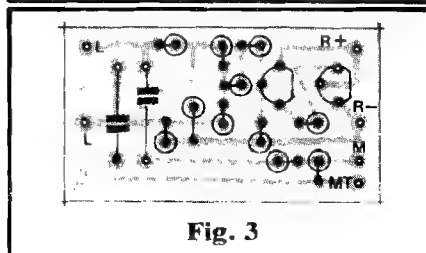
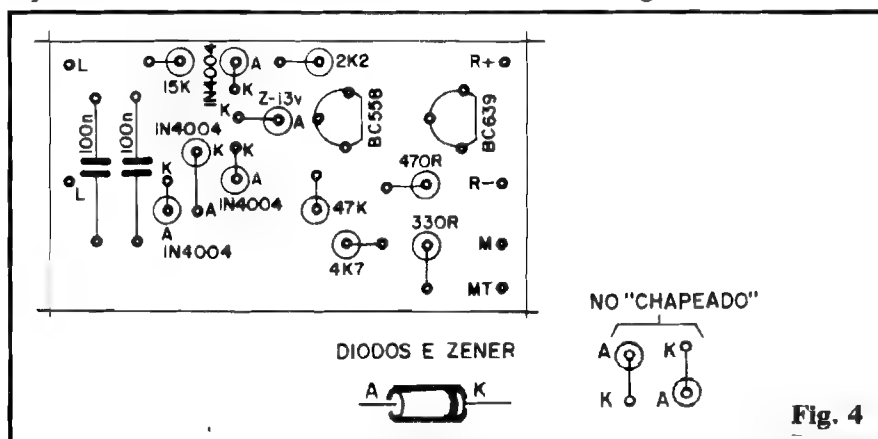

Fig. 3
Fig. 4
- **FIG. 3** - “Chapeado” básico da montagem... Devido ao alto grau de compactação, tomou-se praticamente **impossível** demarcar diretamente nesse **lay out** básico (que encontra-se, na figura, em escala 1:1) os valores, códigos, polaridades, etc., dos componentes, conforme é costume nas montagens de APE (a figura deve, então, ser analisada e considerada **em conjunto** com o próprio diagrama - fig. 4...). Serve, contudo, para parametrar o posicionamento real das peças e também para indicar os terminais de conexões externas (também detalhados nas próximas figuras...). Aos principiantes, lembramos que num “chapeado” a placa surge vista
- **FIG. 4** - Agora em “escala dobrada”, o “chapeado” é revisto incluindo os valores, códigos e polaridades de todos os componentes... Observem, principalmente, as posições e codificações dos dois transistores. Como todos os resistores e **diódos** são montados “em pé”, a identificação dos terminais de **ânodo** (A) e **catodo** (K) destes últimos, exige um cuidado extra. Na mesma figura temos a aparência dos diódos (vale também para o **zener**), com seus terminais devidamente identificados e codificados, ao lado das duas estilizações adotadas no “chapeado” (com as correspondentes marcações dos seus terminais “A” e “K”...). Lembramos que **todos** os componentes devem ser inseridos até que seus corpos fiquem tão rentes à placa quanto possível (de modo que a “espessura” final do circuito mantenha-se mínima...). Terminadas as soldagens (que devem ser feitas a partir de todos os cuidados cos-